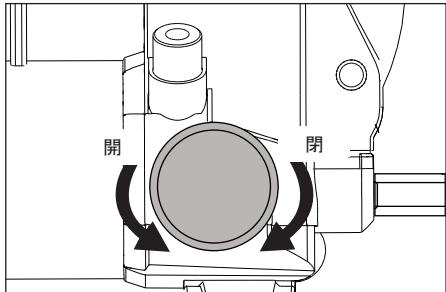

図8：リリース弁（P-84以外の全モデル）
- リリース弁を閉じるには、ノブを停止するまで時計方向に回します。図8を参照してください。